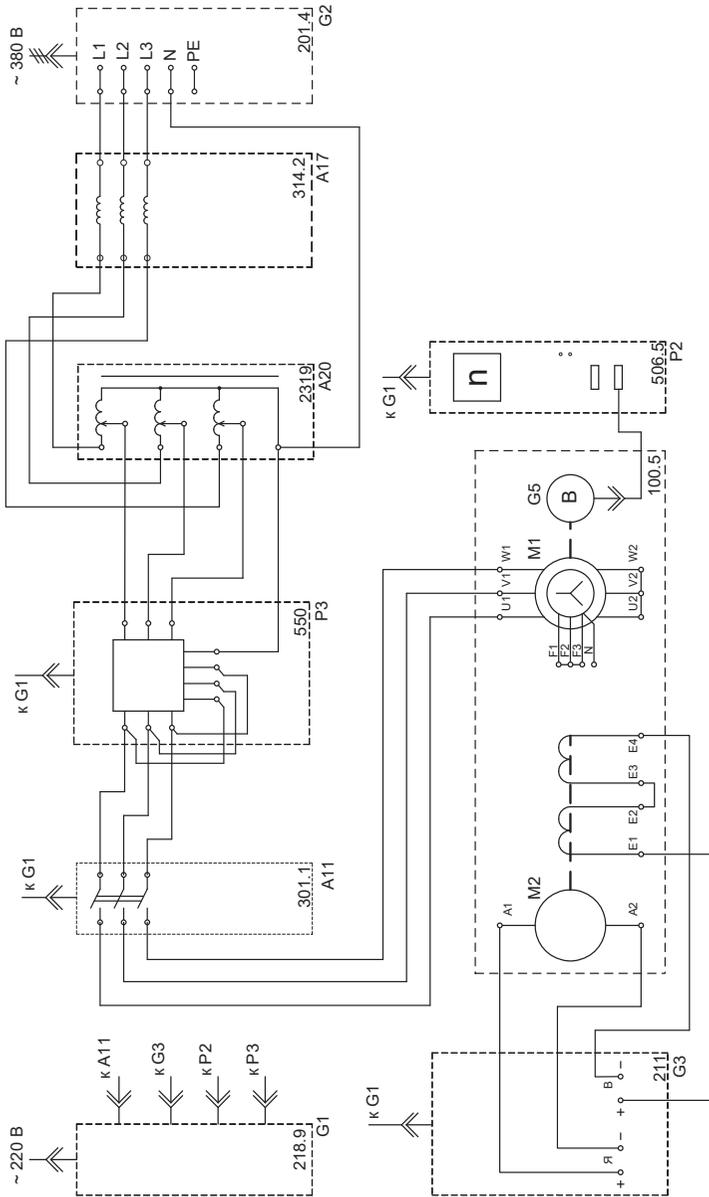

Рис. 4.5
- Соедините аппаратуру в соответствии с электрической схемой, приведенной на рис. 4.5.